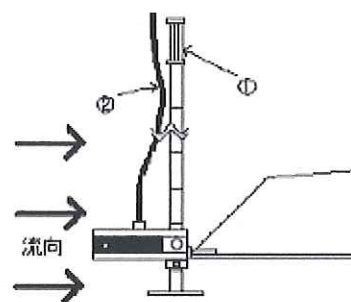

図10
組立が終わり、計測する際は図10の①(測桿棒の握手部分)をしっかり握り、検出器が揺れないようにして計測します。②の接続ケーブルは、自然にたるむくらいにします。張りすぎると検出器の先端が持ち上がり、測定誤差の原因となります。検出器とケーブルの接合部は張力が掛からないようにして下さい。故障の原因となります。